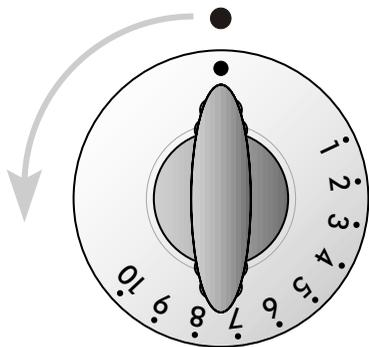

Fig. 4.4
L'afflusso del gas al bruciatore è regolato da un termostato (fig. 4.4, 4.5) che ha la funzione di mantenere costante la temperatura all'interno del forno. Ciò è ottenuto per mezzo di un bulbo, posto all'interno del forno, che deve essere sempre posizionato correttamente nel suo alloggiamento e deve essere sempre mantenuto pulito per effettuare il corretto rilevamento della temperatura.
I numeri da 1 a 10, stampigliati sul pannello comandi o sulla manopola del termostato "gas" (fig. 4.4, 4.5), indicano in modo crescente il valore della temperatura del forno come indicato nella tabella a lato. La temperatura viene mantenuta costante sul valore regolato.
- 3 - Premere a fondo la manopola del termostato gas (fig.4.4, 4.5) e tenendola sempre premuta ruotarla in senso antiorario fino alla posizione 10 (fig. 4.4, 4.5).
- 5 - Regolare la manopola del termostato gas (fig. 4.4, 4.5) sulla temperatura desiderata.